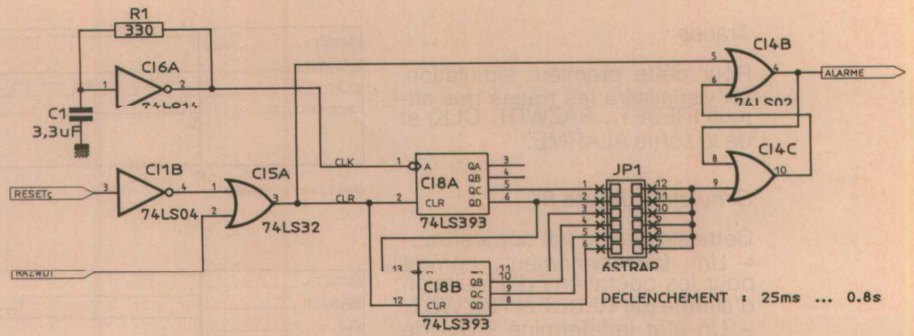

Figure 5
– Une feuille pour la fonction FS42 “Temporisation programmable”. (figure 5).